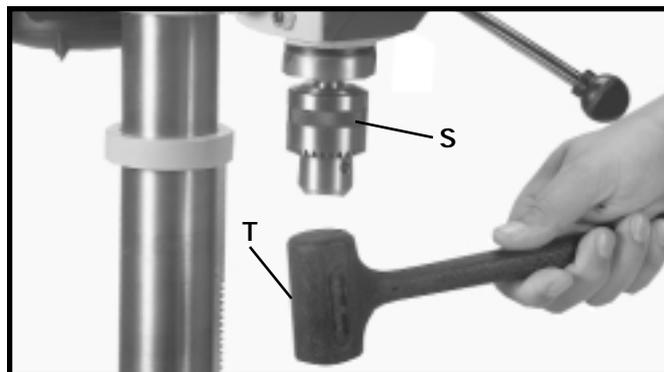

Fig. 16
11. **IMPORTANT** : Ouvrir les mâchoires du mandrin au maximum en tournant la bague du mandrin (S) fig. 16.
12. Tenez le mandrin et enfoncez-le soigneusement sur la broche en le tapotant avec un morceau de bois et un marteau, ou avec une massette à têtes tendres (T) comme l'illustre la figure 16. **IMPORTANT** : Pour éviter d'endommager le mandrin, **NE JAMAIS** utiliser un marteau en métal pour enfoncer le mandrin sur la broche.